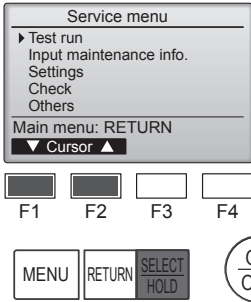

Fig. 7-1
- 1 Dans le Menu SAV, sélectionnez "Test run" (Test fonctions) puis appuyez sur la touche [SELECT/HOLD] (SÉLECTION/EN ATTENTE). (Fig. 7-1)